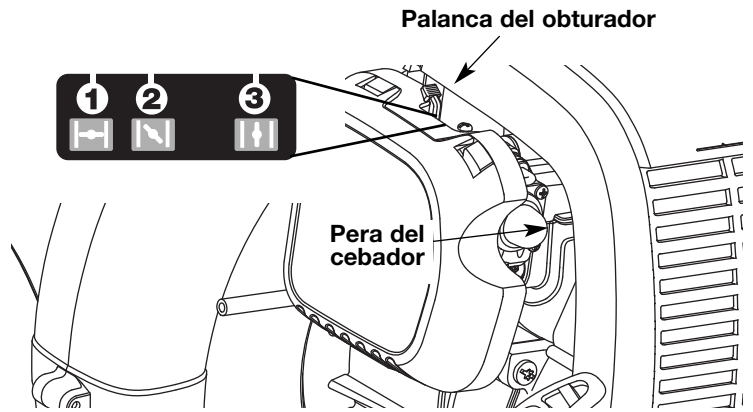

Fig. 15
3. Oprima completamente el cebador y suéltelo 10 veces. Hágalo lentamente. Se deberá ver un poco de **combustible en el cebador y en las tuberías de alimentación de combustible** (Fig. 15). Si no puede ver el combustible en el cebador, oprímalo y suéltelo tantas veces como sea necesario hasta que vea combustible en el mismo.
4. Coloque la palanca del obturador en **Posición 1** (Fig. 15).
6. Coloque la palanca del obturador en **Posición 2** (Fig. 15) y deje que el motor se caliente durante unos 5 a 10 segundos.
7. Coloque la palanca del obturador en **Posición 3** (Fig. 15). La unidad está lista para usarse.